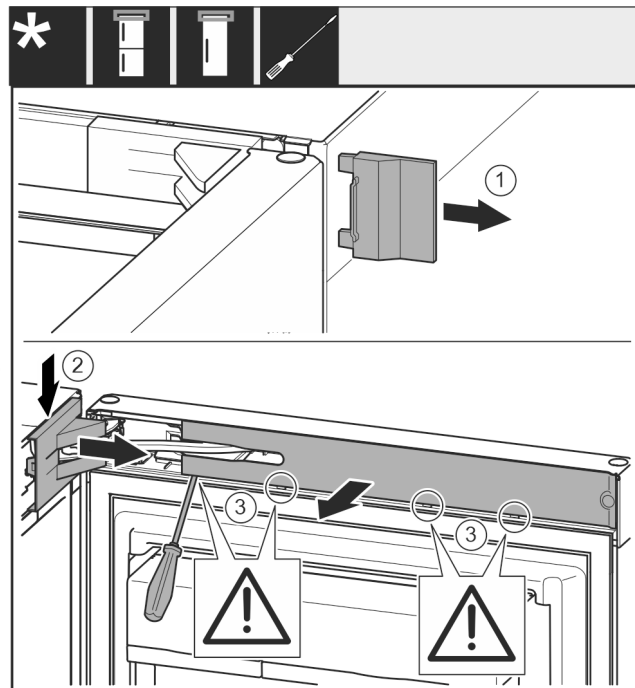

Fig. 11
- Abdeckung Fig. 11 (1) abnehmen.
- Lagerbockabdeckung Fig. 11 (2) ausrasten und lösen.
- Lagerbockabdeckung Fig. 11 (2) abnehmen.
- Blende Fig. 11 (3) mit Schlitzschraubendreher ausrasten und zur Seite schwenken.